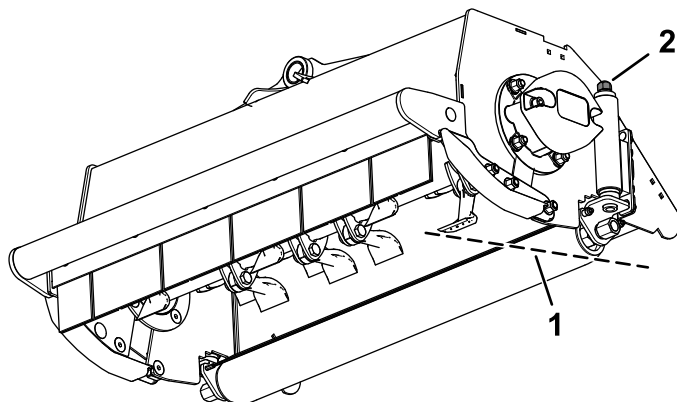

**Figura 26**
1. Girate il gruppo dado di regolazione su entrambe le estremità in senso orario per diminuire l'altezza di taglio, o in senso antiorario per aumentare l'altezza di taglio (Figura 26).